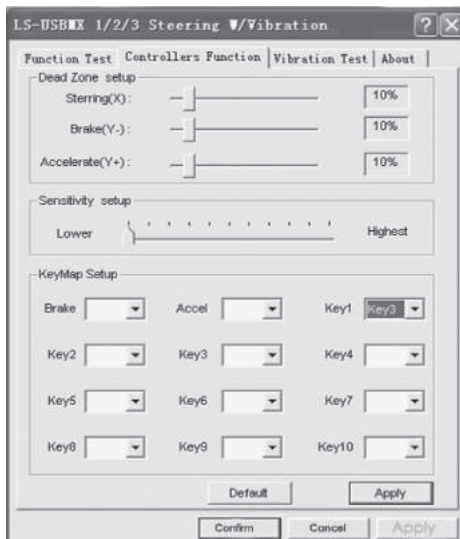

Рис. 8
• Выберите закладку «Controllers Function» для настройки осей и клавиш (рис. 8). Настройка осей и клавиш (не поддерживается ОС Vista 64) а) настройка Dead Zone setup («мертвой зоны»): манипулятор не будет реагировать на незначительное нажатие на педали газа (Accelerate Y+) и торможения (Brake Y-) и повороты руля (Steering X), поэтому нужно установить необходимые поправки (рис. 8);
- настройка Sensitivity setup (чувствительности): чем выше установлена чувствительность, тем быстрее и оперативнее будет реакция манипулятора на нажатие педалей и повороты руля, поэтому нужно установить необходимые установки – в пределах от Lower (низкого) до Highest (см. рис. 8);
- в разделе KeyMap Setup можно перепрограммировать значение клавиш: для этого напротив обозначения клавиши необходимо выбрать нужное значение (см. рис. 8);